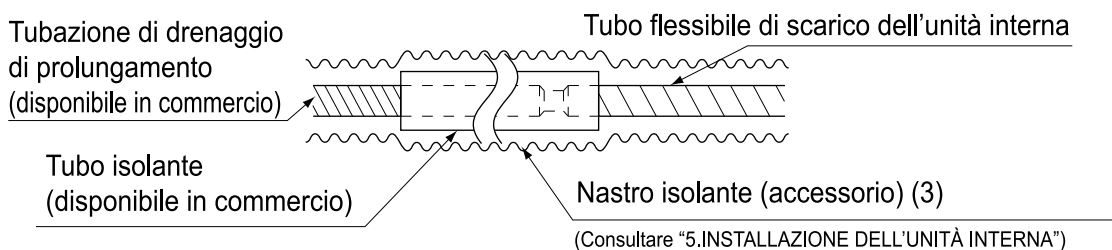

Fig. 18
- Per realizzare una prolunga del tubo flessibile di scarico, utilizzare un tubo flessibile di prolunga per lo scarico disponibile in commercio e isolare la sezione della prolunga del tubo flessibile di scarico che si trova nelle unità interne. **(Fare riferimento alla Fig. 18)**